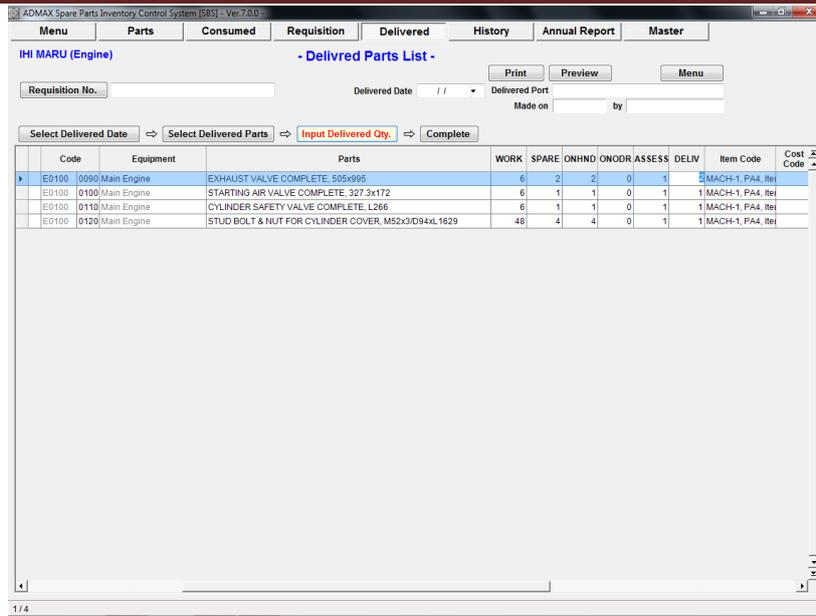

図 8.5 Input Delivered Qty.
完成していないデータがある場合は、代わりに “Input Delivered Qty”画面(図 8-5) が表示されます。10に進んでください。
10. “Input Delivered Qty”画面(図 8-5)が表示され、8 で選択した部品が全て表示されます。